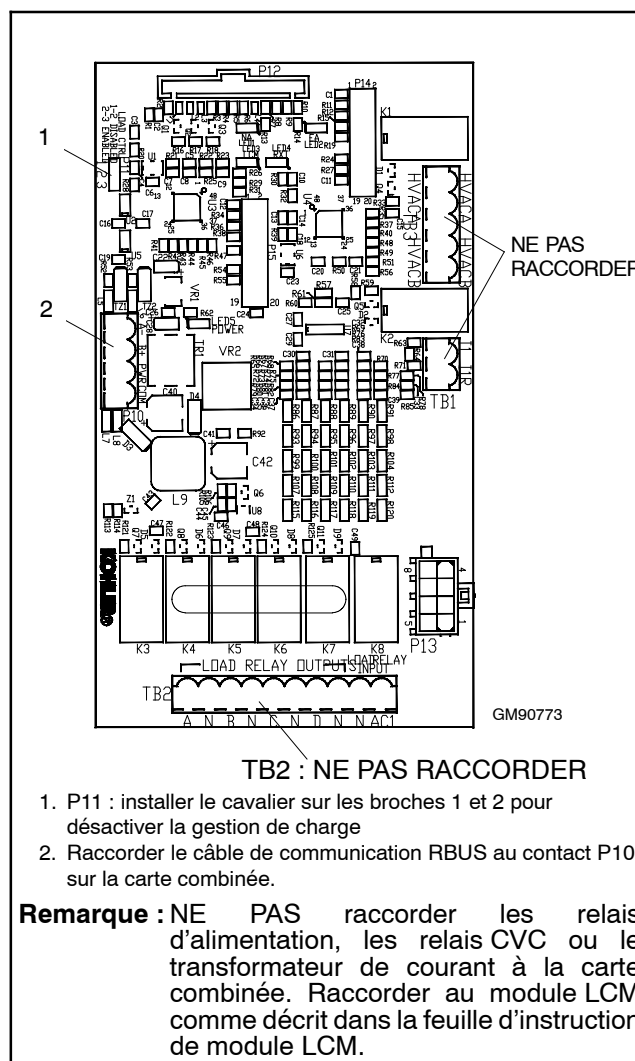

Figure 2-20 Raccordements de la carte d'interface/de gestion de charge combinée au module LCM
7. Voir Figure 2-20. Déplacer le cavalier P11 des borniers 2 et 3 vers les borniers 1 et 2 pour désactiver la fonction de gestion de charge sur la carte combinée.
8. Raccorder le câble de communication RBUS à la carte d'interface combinée : raccorder le connecteur d'interface du contrôleur vers les contacts A, B, PWR et COM sur le bornier P10 de la carte de gestion de charge/d'interface. Voir Figure 2-20. Voir les instructions de raccordement de RBUS détaillées à la section 2.6.